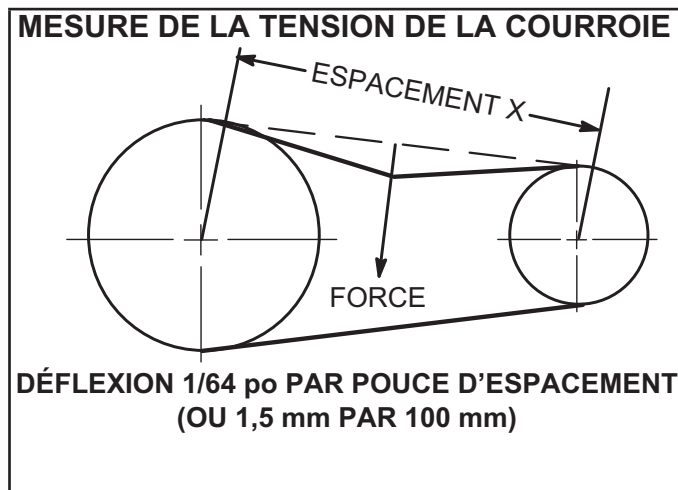

FIGURE 23
- 1 - Mesurez l'espacement X. Reportez-vous à la FIGURE 23.
- 2 - Appliquez une force perpendiculairement au centre de l'espacement (X) avec une pression suffisante pour faire fléchir la courroie de 1/64 po par pouce d'espacement (1,5 mm par 100 mm d'espacement).